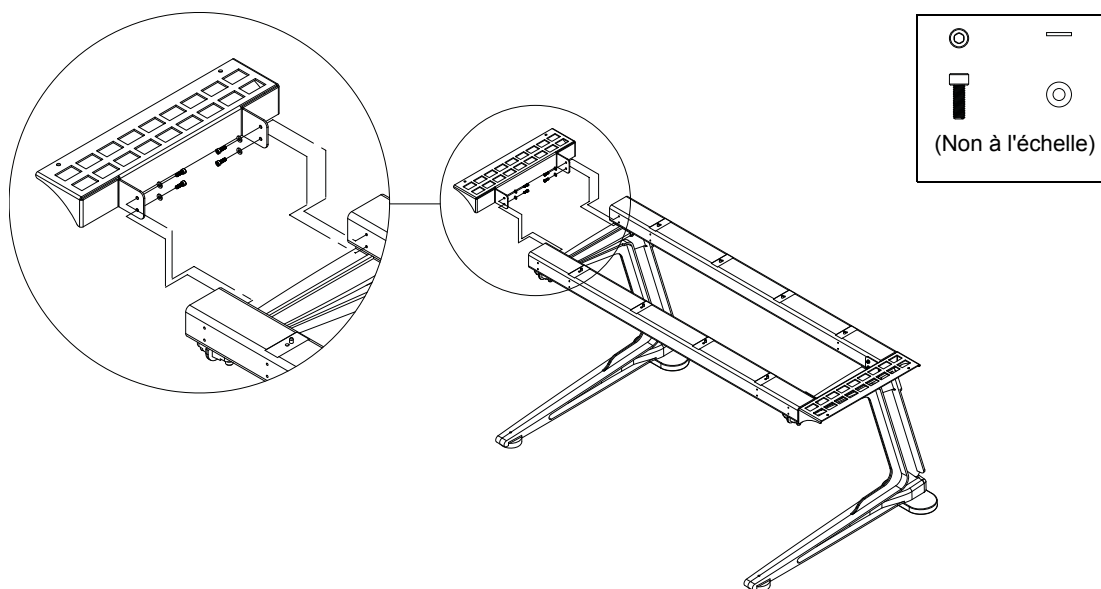

Figure 6. Fixation du rebord gauche (rebord droit déjà monté)
- À l'aide de quatre vis et rondelles par côté, fixez les rebords gauche et droit sur les pieds, comme représenté sur la Figure 6.